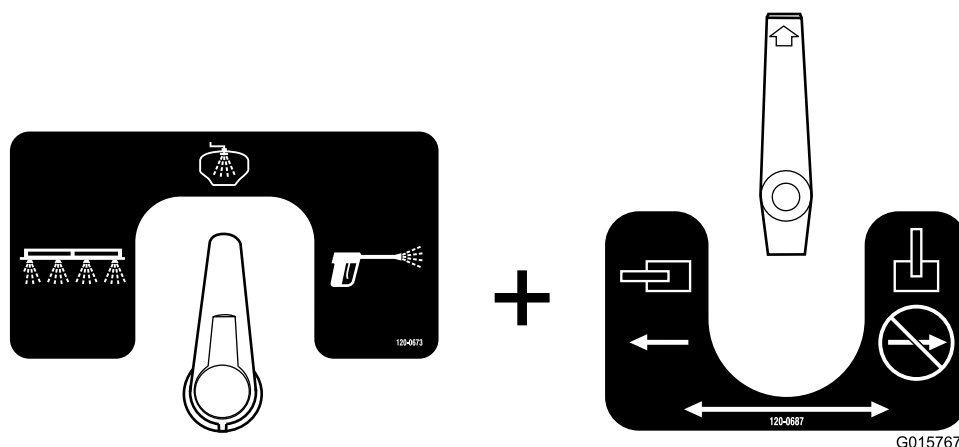

Figura 34
- Questa è la disposizione di lavaggio del serbatoio (Figura 34). Utilizzatela per spruzzare l'acqua di lavaggio dagli ugelli nel serbatoio.